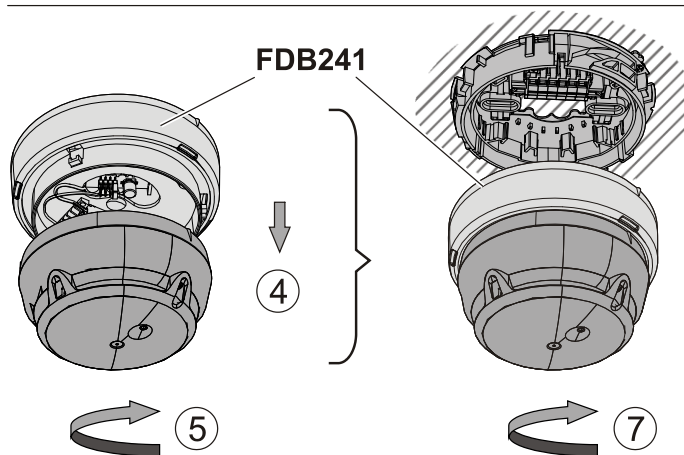

Fig.2
- Fig. 2 Montage de l'adaptateur d'embase sur le détecteur et l'embase de détecteur